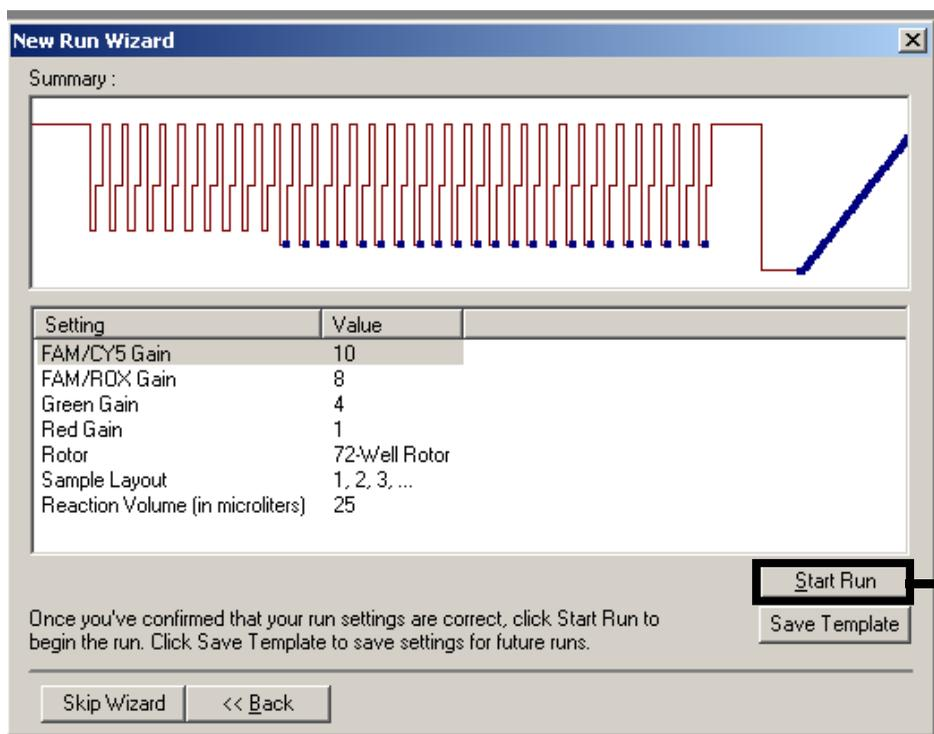

Figura 20. Comienzo de la serie.
Inicio de la serie	Figura 20
18. Empiece la serie (**Figura 20**) utilizando la plantilla guardada (paso 12).